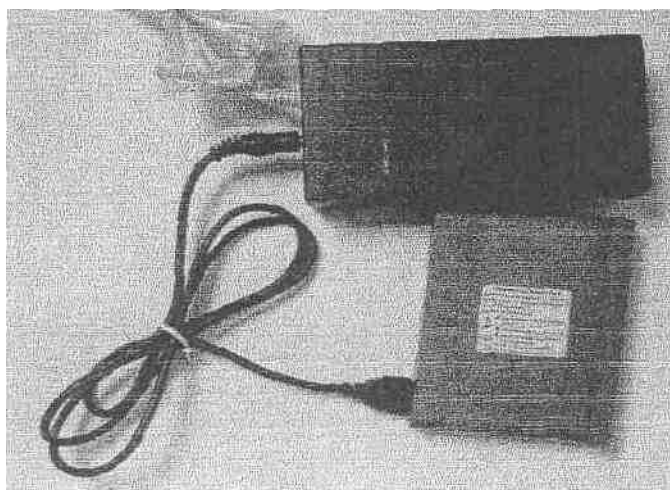

Figura 2-5 Cargando a través del cable adaptador de carga
4. Cuando esté cargando, se encenderá la luz de color rojo en el adaptador. Cuando esté cargada, la luz pasará a color verde. (Ver figura 2-5)